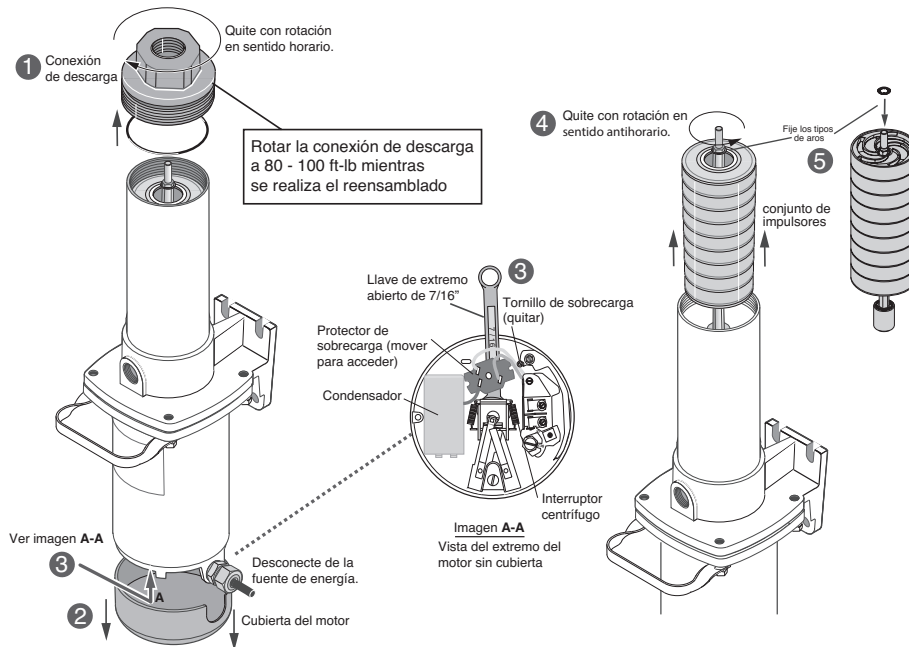

Figura 8 - Reemplazo del conjunto de impulsores
1. Saque la bomba de funcionamiento y colóquela verticalmente en el tornillo de banco (si está disponible), con el motor hacia arriba. Ver Figura 8. Sujete con abrazadera el motor en el centro. Se recomienda envolver el motor con un paño para proteger la superficie exterior.
Primero complete las instrucciones 1 a 5 de Desarmado en Reemplazo del conjunto de impulsores Ver Figura 8.